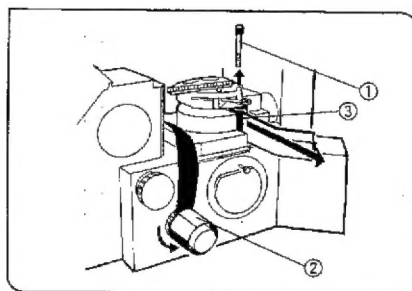

図 1
(図1, 2, 3, 4)
- 1) ご使用前に輸送時の保護のための、焦準固定棒を固定しているねじ①を、鏡体付属の六角レンチでゆるめます。(図1)
- 2) ねじを抜き取り、焦準ハンドル部の注意テープ②を抜き取り、粗動ハンドルを反時計方向(矢印方向)に回して、焦準固定棒③を去除します。(図1)
(図1)